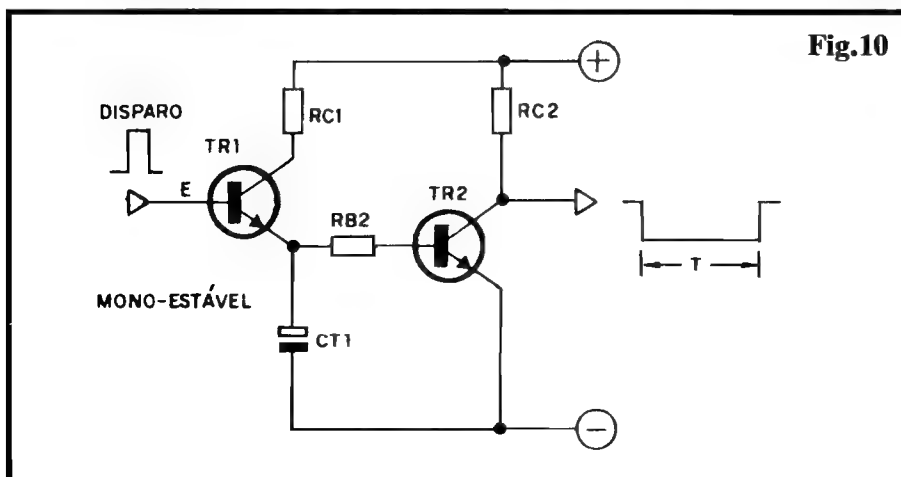

Fig.10
- **FIG. 10 - O BLOCO MONO-ESTÁVEL** - Existe ainda um outro bloco lógico, dentro dessa "turma", que recebe também outros nomes, como TEMPORIZADOR, ou ALARGADOR DE PULSO, ou "MEMÓ-